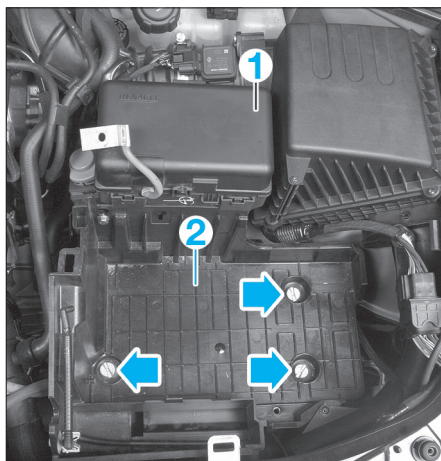

FIG. 39
- Déposer le couvercle (1) du boîtier relais-fusibles, puis écarter ce dernier du bac à batterie (2) (2 clips) (fig. 39).